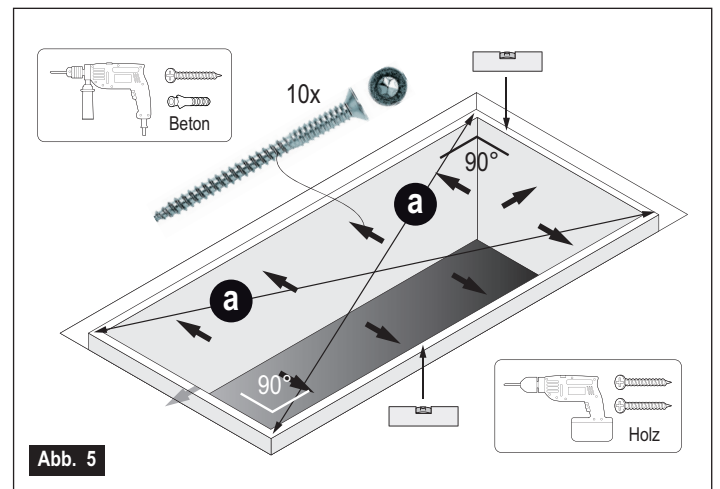

Abb. 5
- Für eine richtige Positionierung muss der Lukenkasten rechteckig eingebaut werden. Die Diagonalen müssen dafür die gleiche Länge haben (Abb. 5). Schließen Sie jetzt die Luke und kontrollieren Sie, ob der umlaufende Spalt zwischen dem Lukenkasten und der Luke rundherum gleichmäßig ist. Befestigen Sie den Lukenkasten jetzt sicher mit den mitgelieferten Justierschrauben oder Keilbolzen (nicht im Lieferumfang enthalten). Wir empfehlen, dazu mindestens 10 Schrauben (min. 6 x 70 mm) zu verwenden.